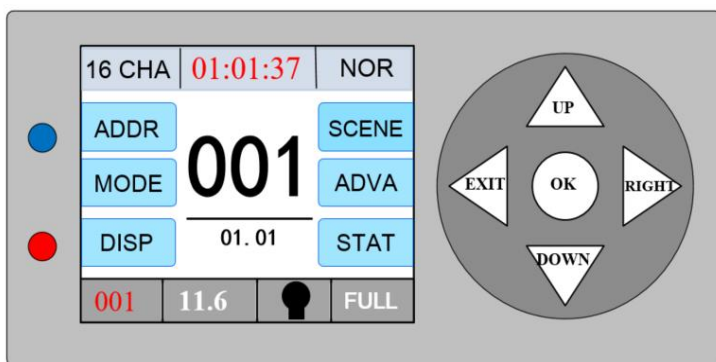

Imagen3 Diagrama esquemático del panel de visualización.
- El diagrama esquemático del panel de la lámpara es el siguiente Imagen 3 Como se muestra, el título de arriba muestra el nombre del dispositivo y la parte inferior es la barra de estado, que muestra la señal del dispositivo actual, el estado de la bombilla y la falla (cuando hay un mensaje de falla que no se ha verificado, se mostrará " ERR", de lo contrario, mostrará "NOR") y así sucesivamente.